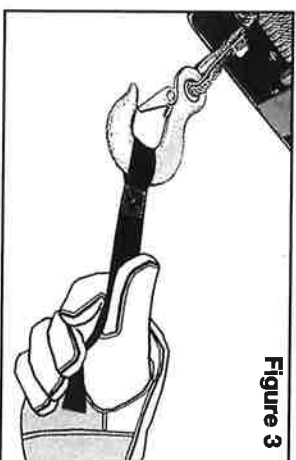

Figure 3
1. ASSUREZ-VOUS QUE LE CÂBLE MÉTALLIQUE EST TOUJOURS ENROULÉ SANS JEU SUR LE TAMBOUR. Le câble métallique doit toujours être serré et enroulé de façon uniforme sur le tambour. Assurez-vous qu'il n'est jamais enroulé de façon lâche. S'il est mal enroulé, il est probable que lors de l'utilisation suivante, la partie de câble sous tension s'irrite sous les couches inférieures de câble enroulé de façon lâche et arrive ainsi jusqu'au tambour, ce qui risque d'endommager le câble. Il est fortement recommandé qu'après chaque utilisation, le câble soit enroulé avec une légère tension, pouvant être appliquée avec la sangle de sécurité (figure 3) et TOUJOURS en portant des gants.
7. USE HEAVY LEATHER GLOVES when handling wire rope. DO NOT LET WIRE ROPE SLIDE THROUGH YOUR GLOVED OR UNGLOVED HANDS. ALWAYS USE THE HAND-SAVER STRAP when guiding the wire rope in or out. (Figure 3)